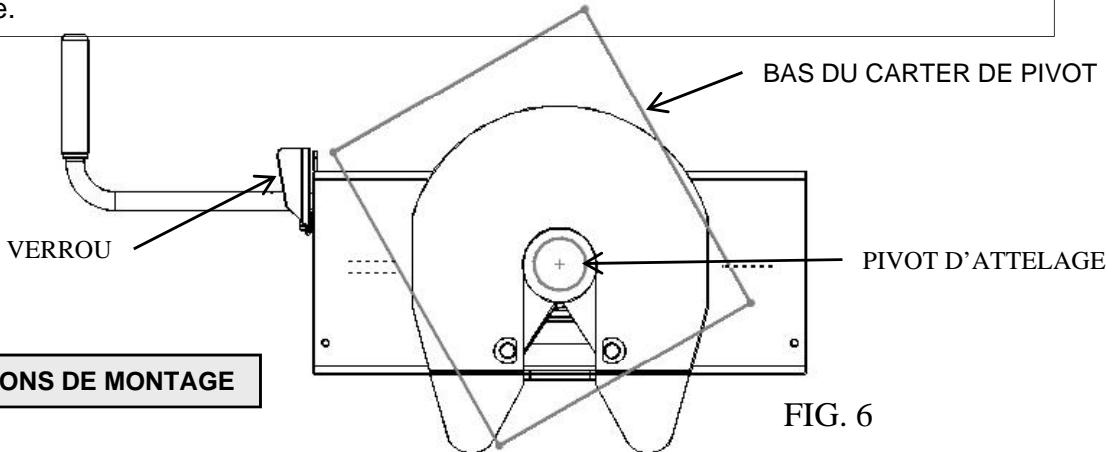
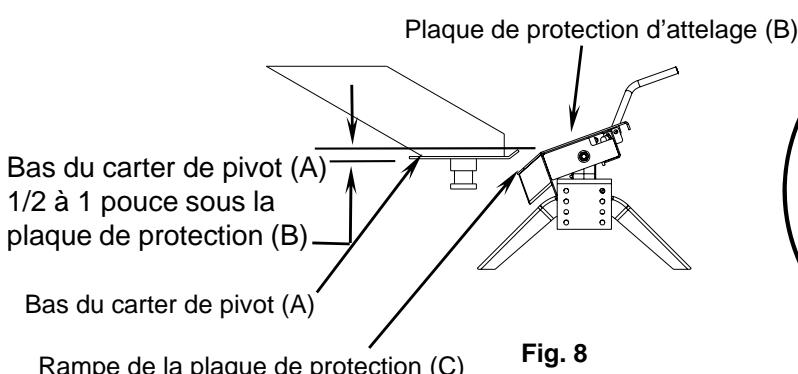

FIG. 6
Fig. 8
Ne pas utiliser cet attelage pour remorquer une caravane dont le carter de pivot peut toucher ou gêner le verrou de manivelle lors d'un virage ! (Voir Fig. 6) La caravane risque de se dételer si le carter de pivot touche à la manivelle ou à son verrou lors d'un virage.
2. À l'aide des vérins de caravane, ajuster la hauteur de la caravane (en suivant les directives dans le manuel de la caravane) de façon que le bas du carter de pivot ("A" de la Fig. 6) se situe de $\frac{1}{2}$ à 1 pouce sous la plaque de protection (voir "B" de la Fig. 8). Durant la manoeuvre d'attelage, le bas du carter de pivot doit toucher la rampe de la plaque de protection ("C" de la Fig. 8)